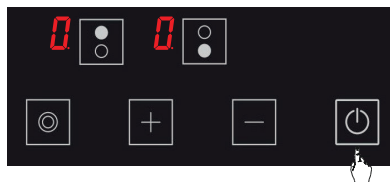

Abbildung 5
1. **0** Schalten Sie die Kochstelle durch Drücken der Taste ein. (Siehe Abb. 5)